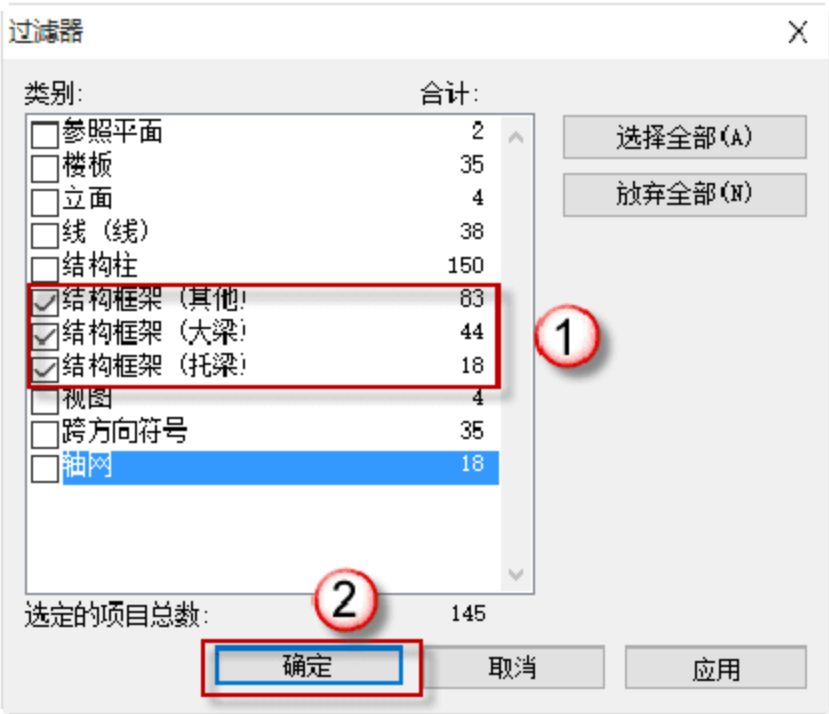

图 4.3.55 复制框架梁
(4) 复制混凝土矩形梁，框选所有对象，打开“过滤器”对话框，选中“结构框架”复选框，单击“确定”按钮，选择“复制到剪切板”命令，完成复制，如图 4.3.55 所示。